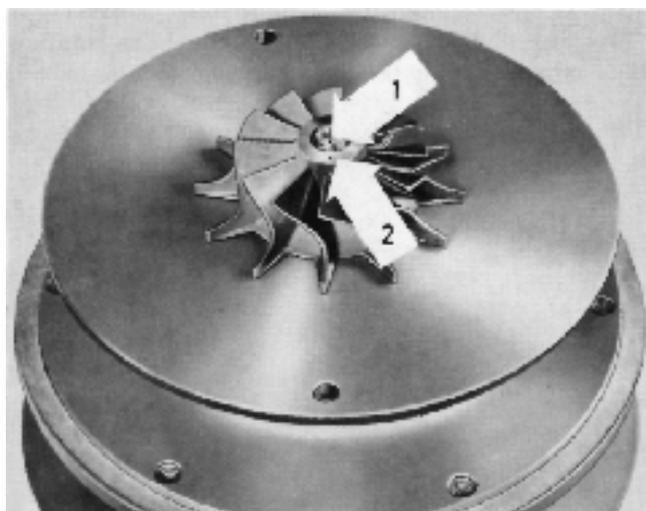

Fig. 110. Montage de la roue de compresseur 1 et 2 = repères
14. Chauffer la roue de compresseur jusqu'à env. 150°C et la monter sur l'arbre, après avoir placé, en-dessous, des cales de réglage d'épaisseur appropriée. Lors du montage, veiller à ce que les repères de la roue et de l'arbre coïncident (fig. 110). Ceci est très important pour l'équilibrage.